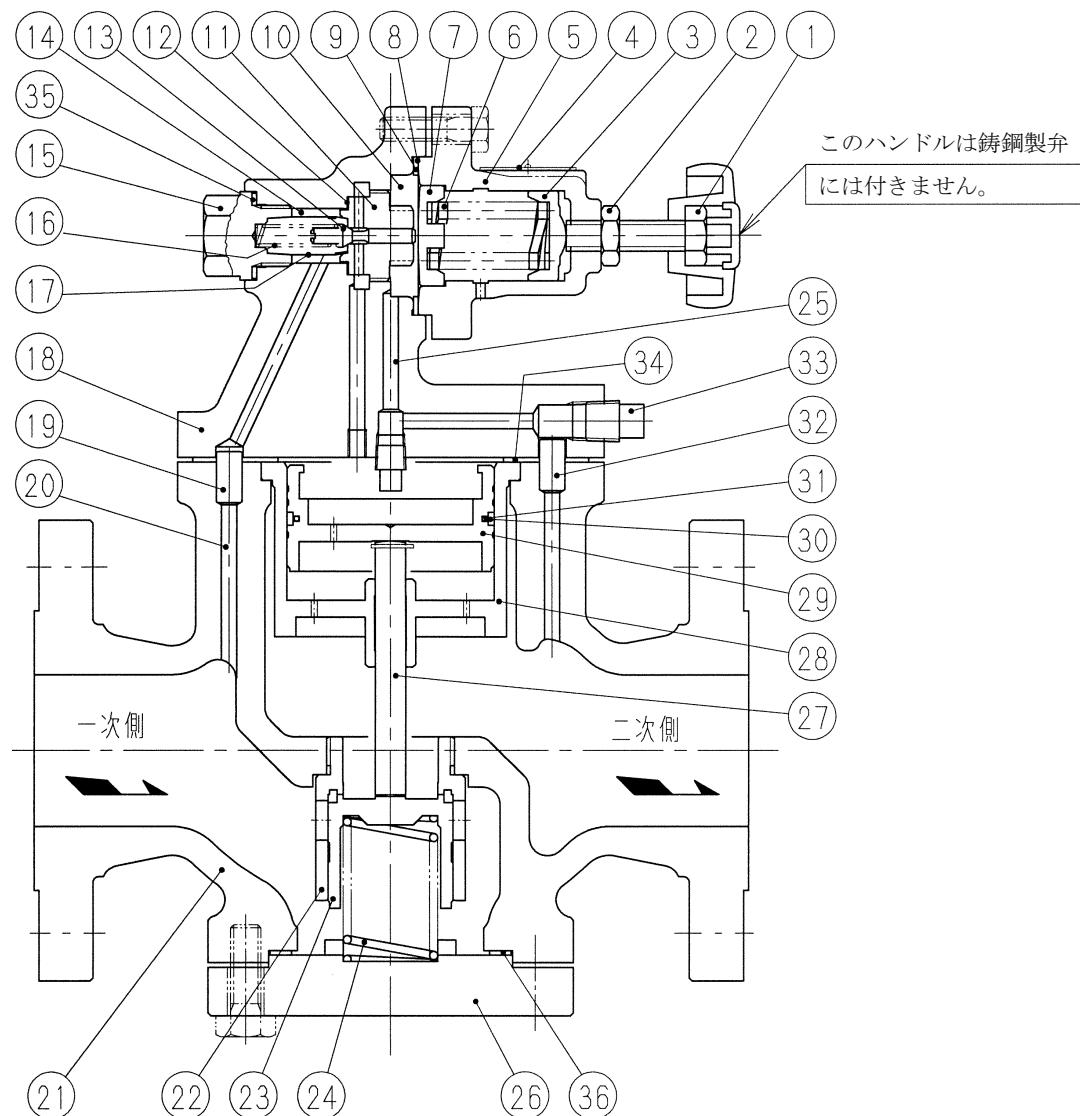

図1 構造図
- 分解に際して、まず配管中の蒸気を完全に抜去することが必要です。蒸気を止められない場合は、バイパス運転に切換え、減圧弁前後の止め弁を完全に閉じ、減圧弁内の残存蒸気は図 1 の上部ふた(18)の六角ボルトを僅かに緩めて放出します。
- 図1の下部ふた(26)を外す際は、六角ボルトを少し緩め減圧弁内の残留ドレンを完全に排出します。残留ドレンは熱いので火傷しないようご注意ください。